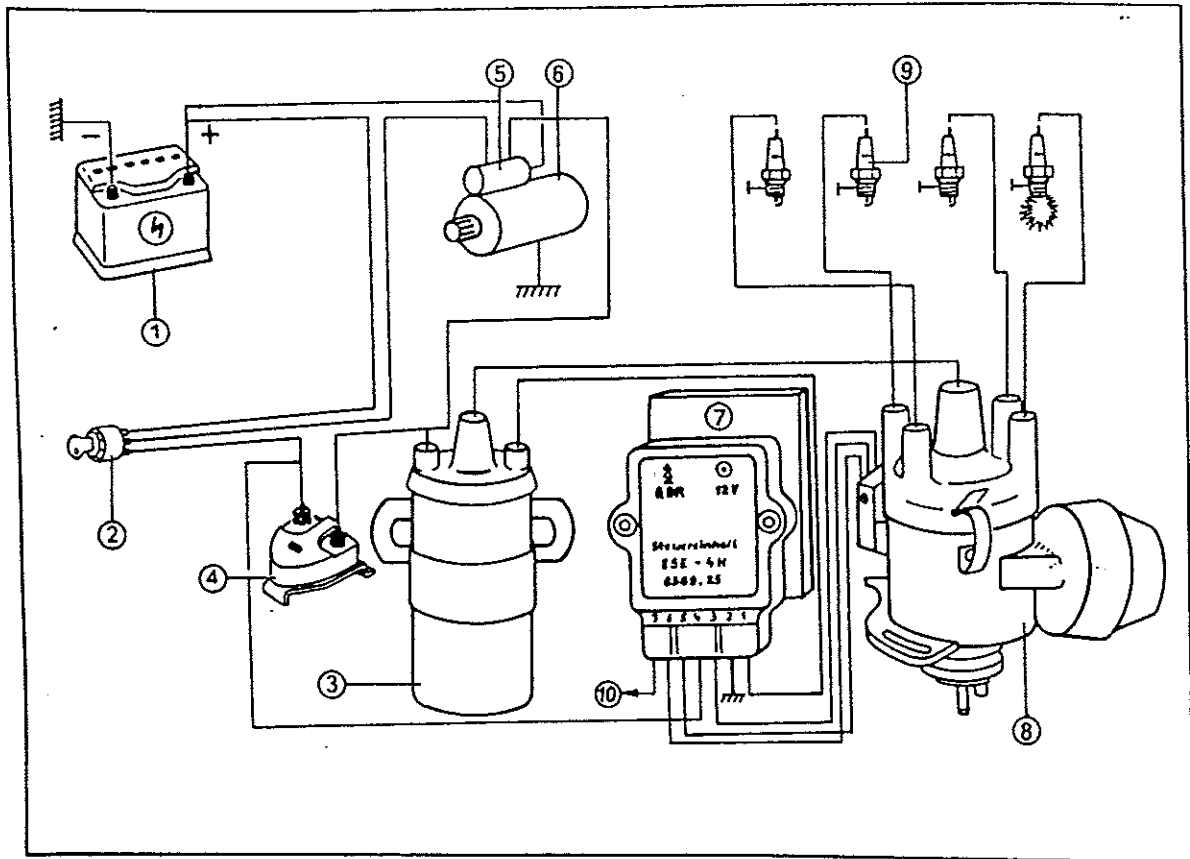

Bild 5: Prinzipielle Anordnung der Zündanlage
- Der Austausch des kompletten Zündverters ist nach dem Lösen der zwei Befestigungsschrauben (16 - Bild 5) möglich. Beim Einbau ist der Verteilermitnehmer in die Nockenwellenbohrung einzuführen (Rund- und Nullring ebenfalls beachten).